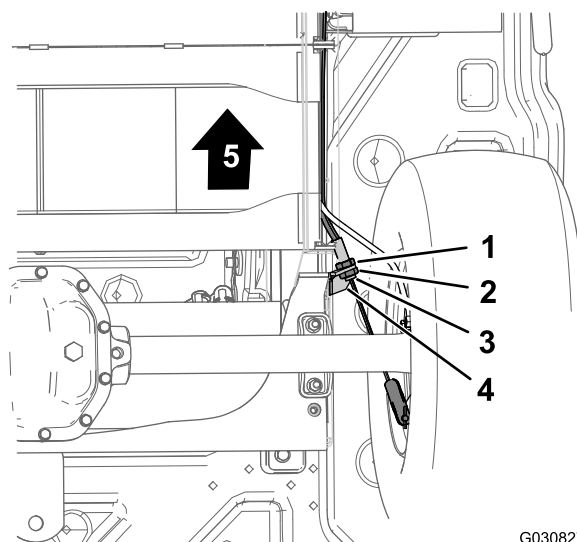

Figura 48
3. Sulla parte inferiore della macchina, allentate di 5 giri il controdado posteriore per il regolatore filettato del cavo del freno di stazionamento (Figura 48).
4. Serrate il controdado anteriore (Figura 48).
- A. Allentate di 1 giro il controdado anteriore (Figura 48) per il regolatore filettato del cavo del freno di stazionamento.
- B. Serrate il controdado posteriore (Figura 48).
- A. Allentate di 1 giro il controdado posteriore (Figura 48) per il regolatore filettato del cavo del freno di stazionamento.
- B. Serrate il controdado anteriore (Figura 48).